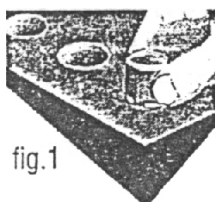

fig.1
- Remover as tampinhas da bateria (fig.1)